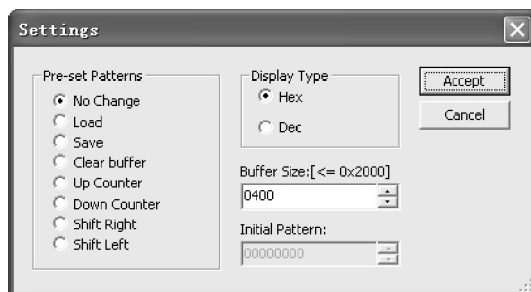

图 3-29 Setting 对话框
- 4) Set（设置）：单击此按钮，弹出如图 3-29 所示的 Settings 对话框，主要用于设置和保存信号变化的规律，或调用以前数字信号变化规律的文件。